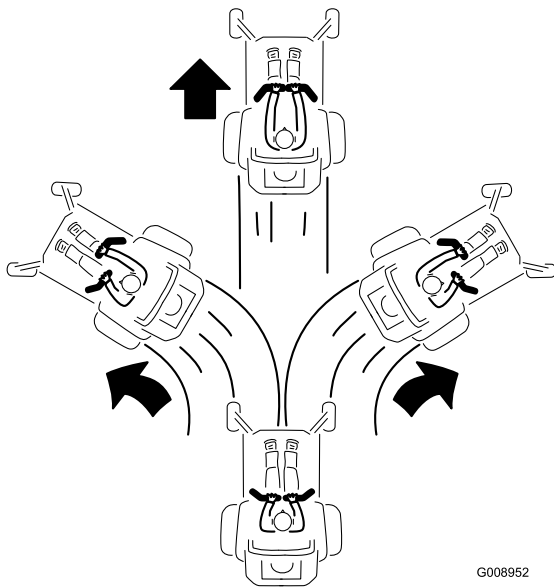

Bild 24
2. Drücken Sie die Fahrtriebshebel langsam nach vorne, um vorwärtszufahren (Bild 24).